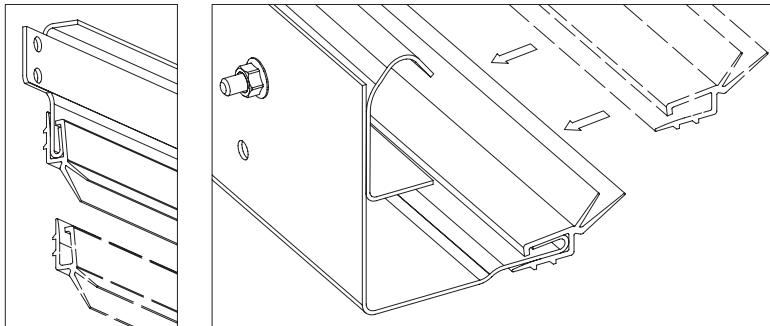

Рис. 7.1. Установка уплотнительной вставки
- Установить в нащельник и опорные стойки уплотнительные вставки, как показано на рис. 7.1.